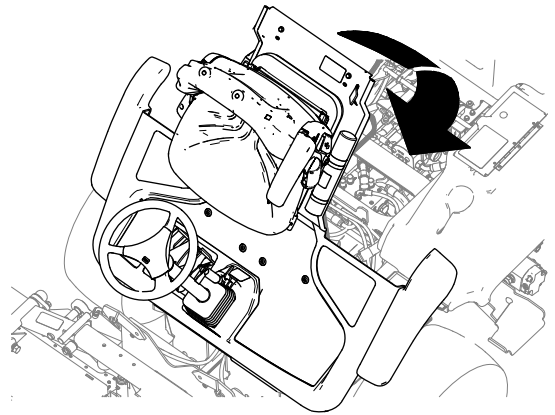

Figura 44
1. Abbassate la pedana con cautela (Figura 44).